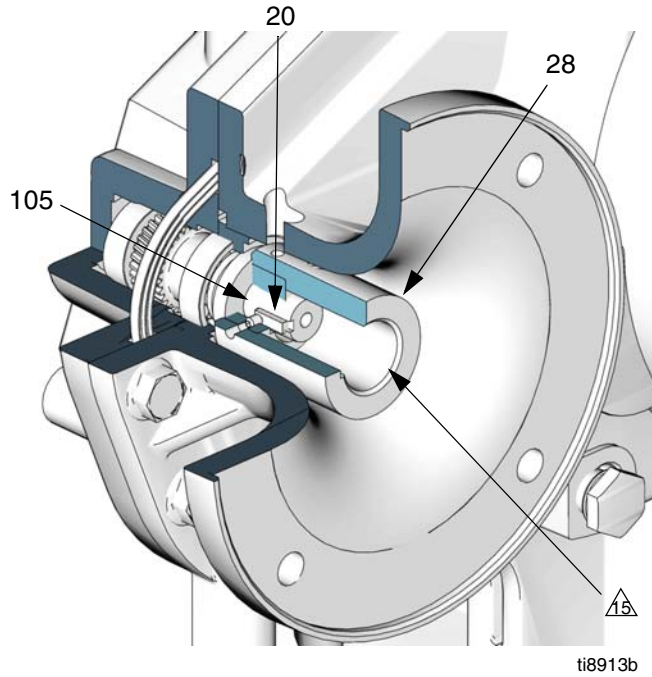

FIG. 23. Instalación del acoplador del motor
- Vea la FIG. 23. Arme la chaveta (20) en el chavetero del eje de entrada (105). Arme los dos tornillos de fijación (31) en el acoplador (28), cerciorándose de que ellos no invadan el chavetero o la cavidad del eje de entrada del acoplador.